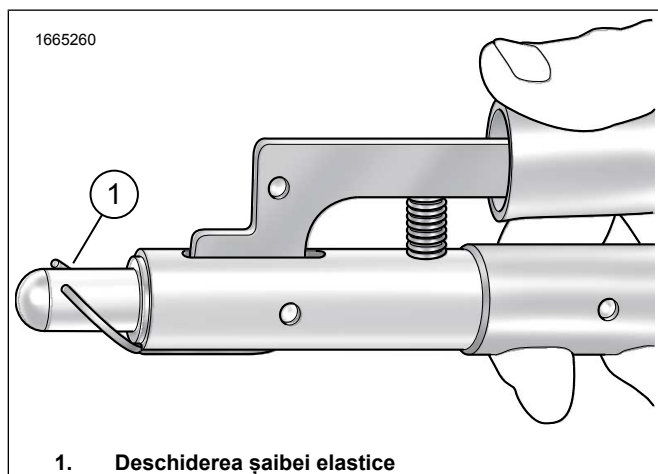

Figura 3. Poziția șaibei elastice
- Figura 3 Poziționați deschiderea șaibei elastice (1) la ora 12 pe unealtă specială.